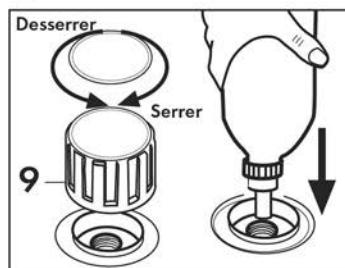

Fig. 3
Ouvrir manuellement le bouchon de remplissage de la chaudière (9) en faisant pression vers le bas et en le tournant en même temps dans le sens contraire des aiguilles d'une montre ; renverser la bouteille sur le trou de la chaudière et vider l'eau à l'intérieur de celle-ci; pour ce faire, dégager le dispositif de sécurité en faisant pression sur le bouchon de la bouteille vers le trou de remplissage de la chaudière. Ensuite, lorsque la chaudière est entièrement remplie, resserrer le bouchon (9) en le tournant dans le sens des aiguilles d'une montre et en vous assurant qu'il est bien serré **(Fig. 3)**.